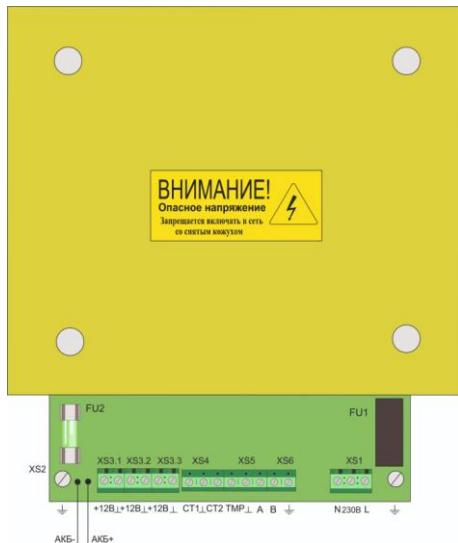

Рис. 3. Внешний вид платы ББП
При подключении клемм СТ1 и СТ2 (см. таблицу 3 и рисунок 3) путем размыкания данных контактов относительно контакта « \perp » ББП формирует сигналы на внешние устройства об отсутствии электрической сети переменного тока 230 В и разряде АКБ.
- при необходимости дистанционного контроля состояний отсутствия электрической сети переменного тока 230 В в разряда АКБ подключите клеммы СТ1 и СТ2 (см. таблицу 3 и рисунок 3) к соответствующим устройствам;